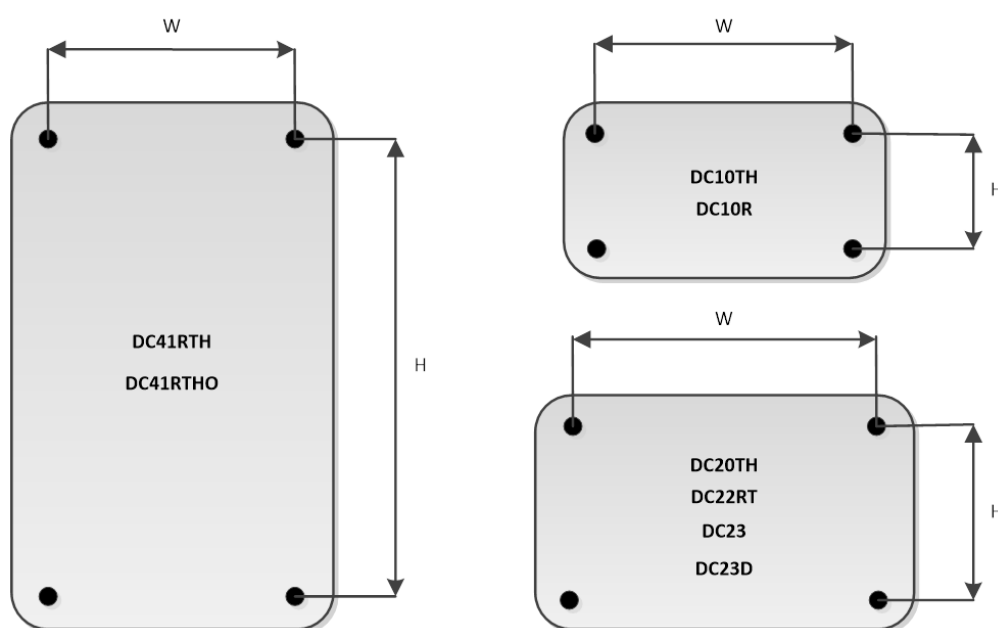

Fig. 3.1 Formatos por modelo del visualizador
- 1) **Colgado:** Identificar el modelo del visualizador en la Fig. 3.1 y colocar 2 tacos de los suministrados a la distancia W que se indica en la Tabla 3.1, dejando sobresalir la cabeza del tornillo unos 4 mm. Colgar el visualizador por la ranura superior siguiendo el zig-zag.